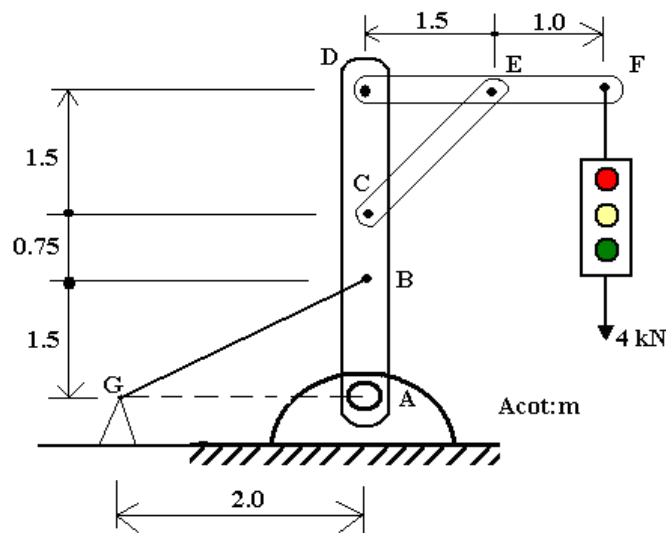

Figura 8
15.- Para el sistema que se muestra en la figura 8 calcule la fuerza que actúa en la barra DF ,la tensión en el alambre BG y la reacción en el apoyo A.